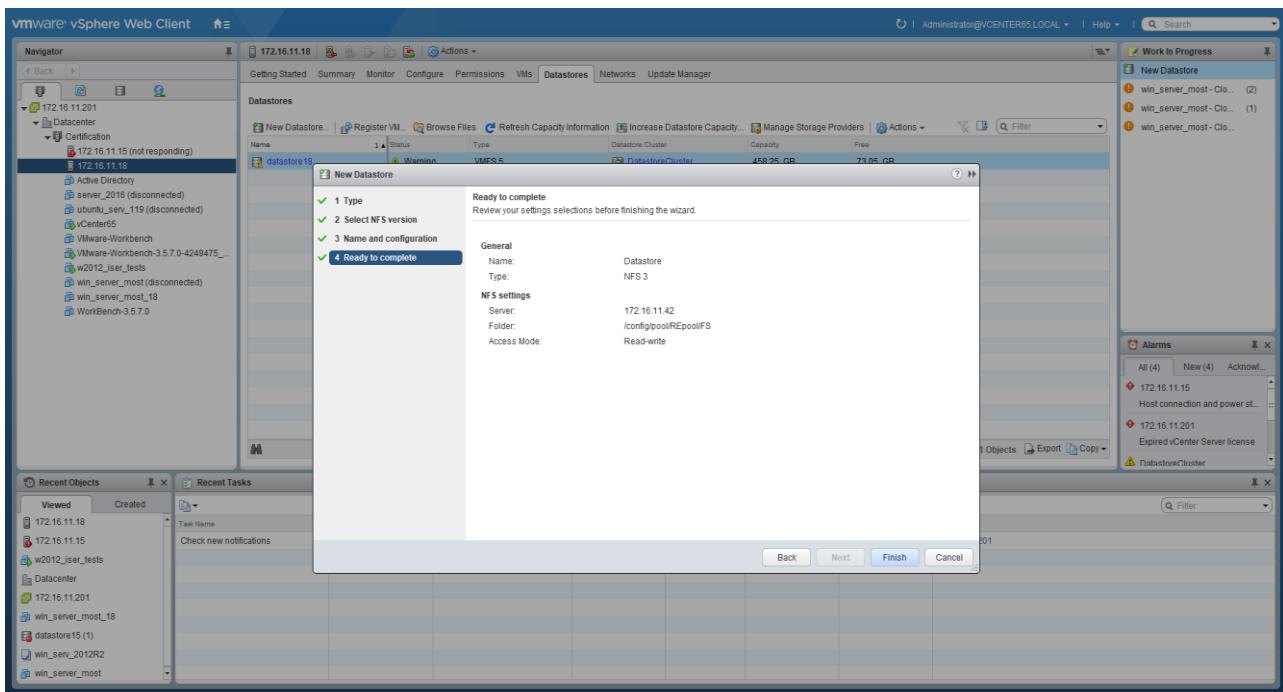

Рисунок 146. Подтверждение создания Datastore
10. Подтвердите введенные данные нажатием кнопки «Finish» (см. Рисунок 146).